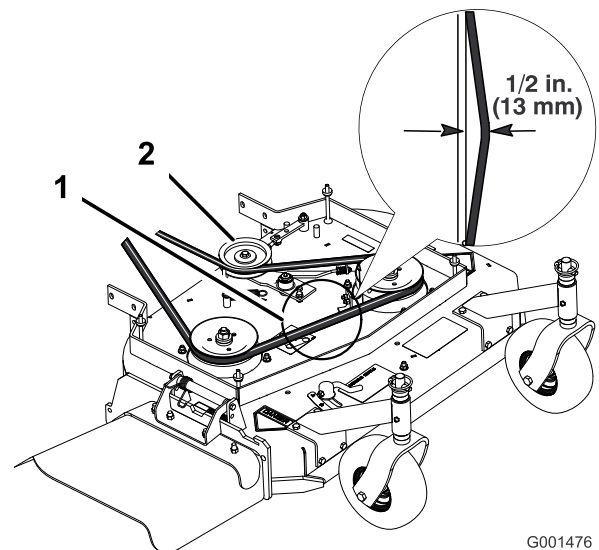

Figure 44
**Remarque:** La tension correcte de la courroie du tablier de coupe se situe entre 44 à 67 N·m (10 à 15 pi-lb) avec une flèche de 13 mm ( $\frac{1}{2}$  po) à mi-chemin entre les poulies (Figure 44).
- Desserrez le contre-écrou sur le tendeur (Figure 44).
- Tournez le tendeur vers l'arrière de la tondeuse pour augmenter la tension sur la courroie. Tournez le tendeur vers l'avant de la tondeuse pour réduire la tension sur la courroie (Figure 44).
(10 à 15 pi-lb) avec une flèche de 13 mm (½ po) à mi-chemin entre les poulies (Figure 44).